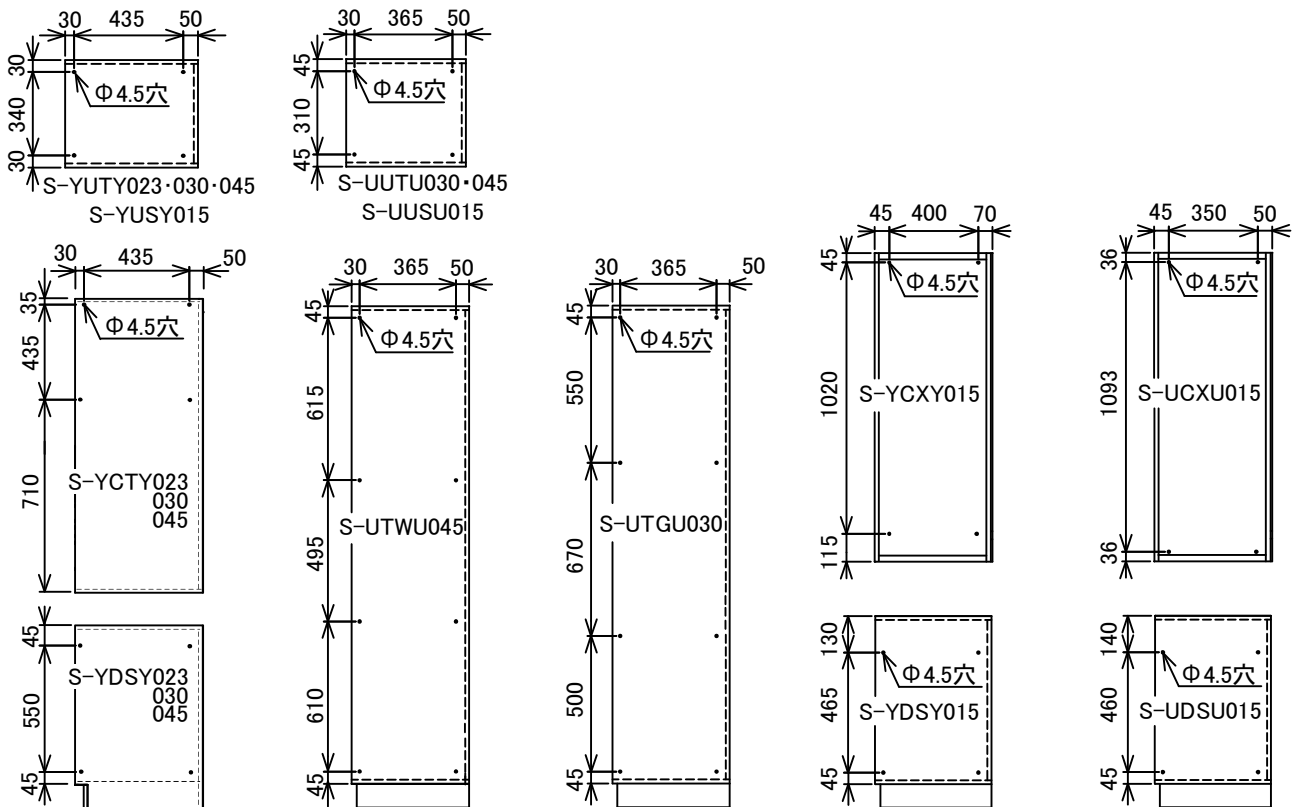

図19
- ②キャビネットに下穴(φ4.5穴)を加工する。(図19)